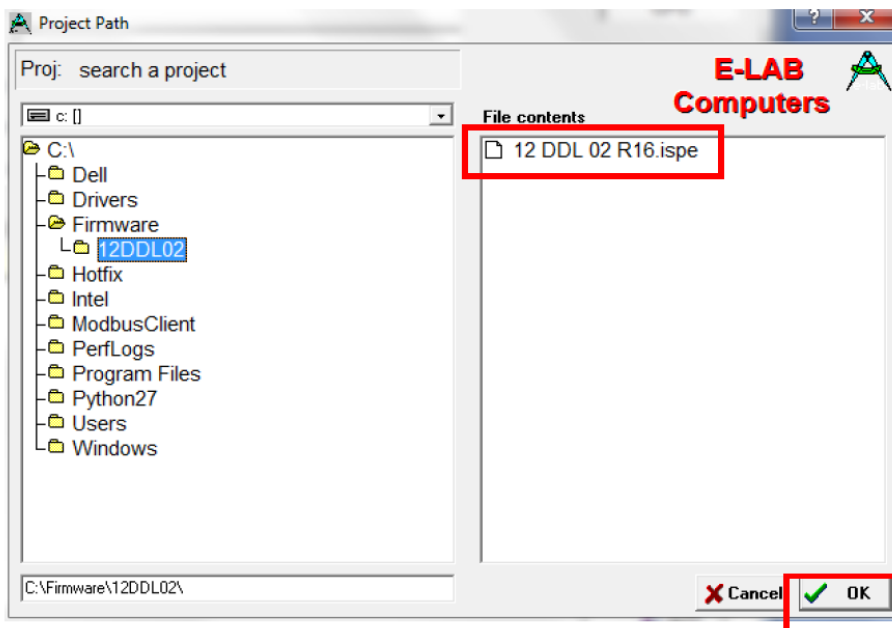

Рисунок 5
1.2.5 Выберите файл и нажмите «ОК» (рисунок 5).